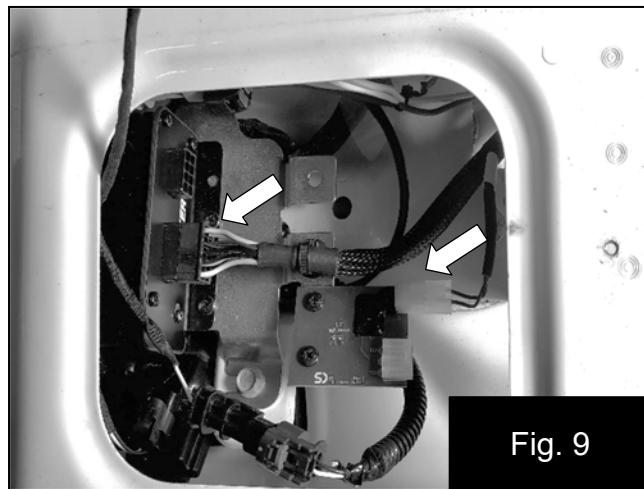

Fig. 9
13. Connectez le faisceau de l'amplificateur à l'amplificateur et au circuit imprimé. Fig. 9